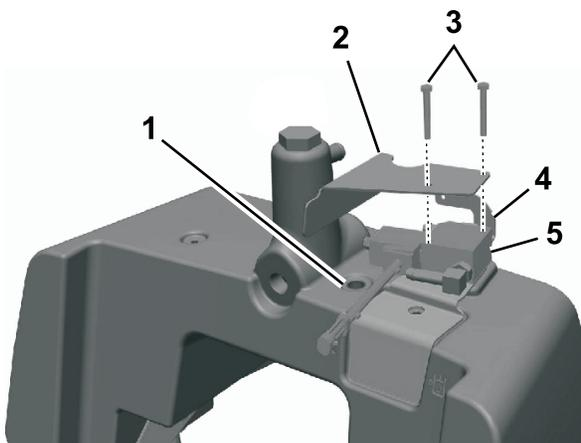

Figura 7
2. União hidráulica de 90° (2)
5. Instale uma união hidráulica de 90° com rebordo no depósito hidráulico principal (Figura 7).